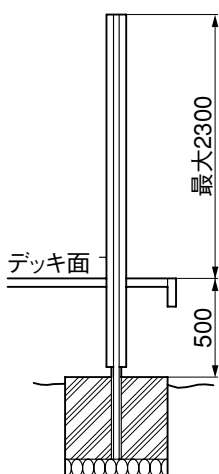

図6-2
- ② 柱を入れ、デッキ面から100mmの位置に「下棧組付部品」がくる位置で柱を仮固定してください。(図6-2参照)